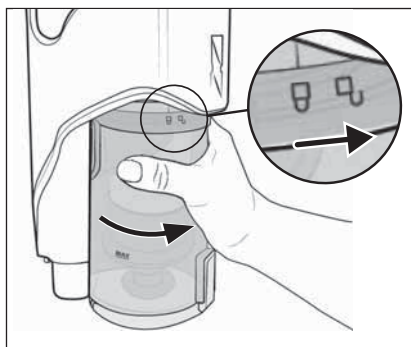

Fig. 28
- 8) Vuelva a colocar el depósito de suciedad **7** en el aparato y gírelo hacia el símbolo **🔒** (cerrar) hasta que quede firmemente montado en el aparato (consulte la fig. 28).